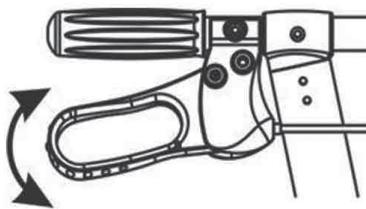

Fig. 1
4. Fäst mittremmen (Fig. 1), se till att remspänningen är korrekt för att förhindra att rollatorn fälls ihop av misstag.
1. För att frigöra eller stoppa rollatorn, dra i bromsspaken. Släpp bromsspaken för att flytta igen (fig. 1).